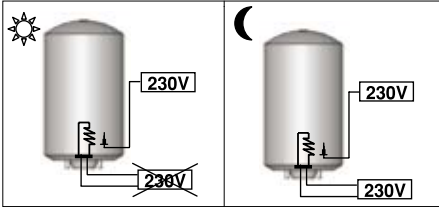

Рис. 14. Система PROfessional TECH: источник питания в ночное время + постоянно работающий источник питания
③ Источник питания в ночное время + постоянно работающий источник питания
- Система PROfessional TECH: постоянно работающий источник питания с напряжением 230 В, не зависящий от сети питания нагревательного элемента (рис. 14).